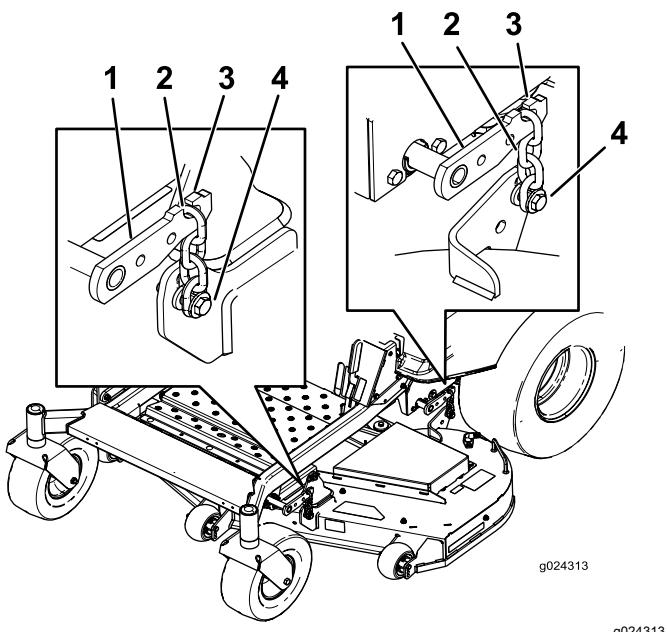

Figura 69
3. Retire las cadenas de los ganchos de los brazos de elevación de la carcasa (Figura 69).
6. Eleve la parte trasera de la carcasa de corte y conecte las cadenas a los brazos de elevación traseros (Figura 69).
7. Conecte las cadenas delanteras a los brazos de elevación delanteros (Figura 69).